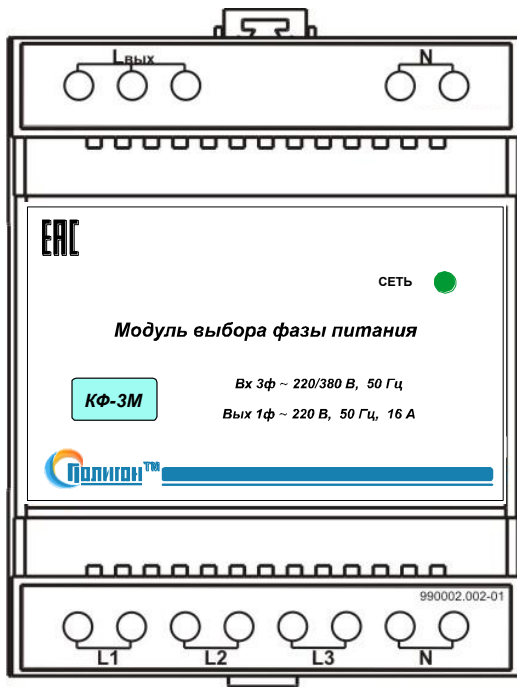

Рис. 1. Порядок подключения реле.
4.3. Произвести подключение входной контролируемой сети и цепей нагрузки согласно маркировке (Рис.1.):